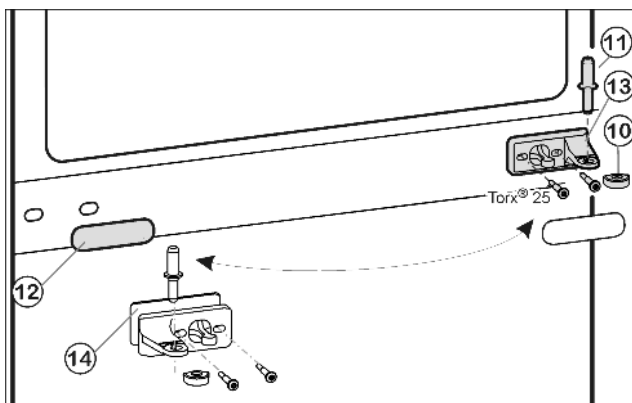
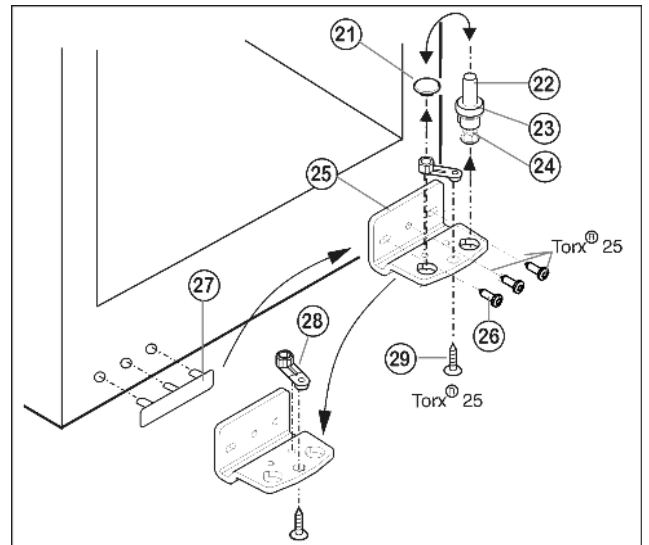

Fig. 7
Fig. 8
- ▶ Вытащите из опорного кронштейна и нижней дверцы средний опорный винт Fig. 7 (11).
- ▶ Снимите пластмассовый колпачок Fig. 7 (10).
- ▶ Открутите средний опорный кронштейн Fig. 7 (13) (2 шт. Torx® 25).
- ▶ Осторожно снимите накладку Fig. 7 (12).
- ▶ Прикрутите средний опорный кронштейн Fig. 7 (13) с подкладкой Fig. 7 (14) с поворотом на 180° на новую сторону шарнира (с моментом 4 Нм).
- ▶ Защелкните накладку Fig. 7 (12), повернув на 180°, на стороне, где теперь будет ручка.
- ▶ Извлеките опорный винт Fig. 8 (22) в комплекте с шайбой Fig. 8 (23) и регулируемой опорой Fig. 8 (24), вытягивая его вверх.
- ▶ Снимите пробку Fig. 8 (21).
- ▶ Открутите Fig. 8 (26) опорный кронштейн Fig. 8 (25).
- ▶ Открутите Fig. 8 (29) опорную деталь Fig. 8 (28) и, переставив в отверстие на противоположной стороне опорного кронштейна, снова прикрутите.
- ▶ Осторожно снимите и переставьте на противоположную сторону крышку со стороны ручки Fig. 8 (27).
- ▶ Снова прикрутите опорный кронштейн Fig. 8 (25) на новой стороне шарнира (с моментом 4 Нм). При необходимости используйте аккумуляторный шуруповерт.
- ▶ Переставьте пробку Fig. 8 (21) в свободное отверстие.
- ▶ Вновь установите опорный винт Fig. 8 (22) в комплекте с шайбой и регулируемой опорой. При этом фиксатор должен быть направлен назад.
- ▶ Установите нижнюю дверцу сверху на нижний опорный винт Fig. 8 (22).
- ▶ Снова наденьте пластмассовый колпачок Fig. 7 (10) на средний опорный кронштейн Fig. 7 (13).
- ▶ Вставьте средний опорный винт Fig. 7 (11) на новой стороне шарнира через средний опорный кронштейн Fig. 7 (13) в нижнюю дверцу.
- ▶ Установите верхнюю дверцу на средний опорный винт Fig. 7 (11).
- ▶ При необходимости выровняйте дверцы через два продольных паза в нижнем опорном кронштейне Fig. 8 (25) и среднем опорном кронштейне Fig. 7 (13) параллельно корпусу устройства. Для этого выкрутите средний винт на нижнем опорном кронштейне Fig. 8 (25).